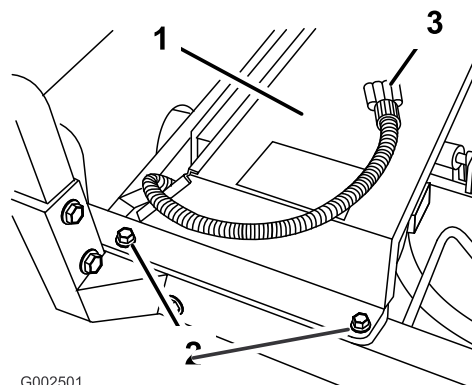

Figura 18
2. Monte a tampa do radiador por cima do radiador do veículo (Figura 18).